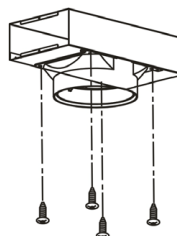
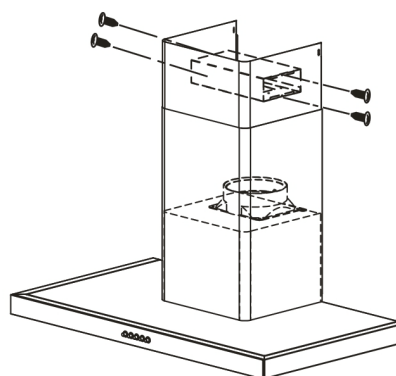

fig. 9
fig. 10
- Instale el adaptador de funda sobre el deflector (fig. 9)
- Instale el deflector (fig. 9) en la chimenea superior al nivel de las aberturas de ventilación (fig. 10)